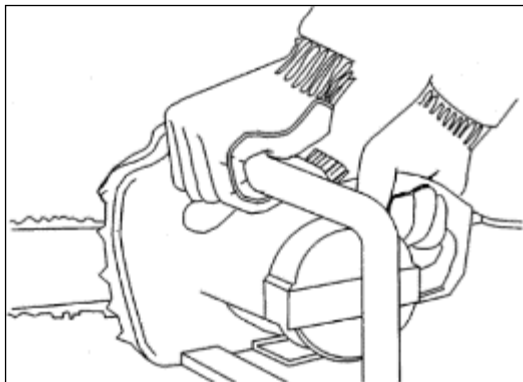

Fig.1
- **Mantenere una presa sicura mettendo i pollici e le dita intorno all'impugnatura, tenendo la motosega con entrambe le mani, e posizionando corpo e braccia in modo da contrastare eventuali contraccolpi. (Fig.1)** *La forza del contraccolpo può essere controllata dall'operatore, prendendo le dovute precauzioni. Non mollare la presa sulla motosega.*